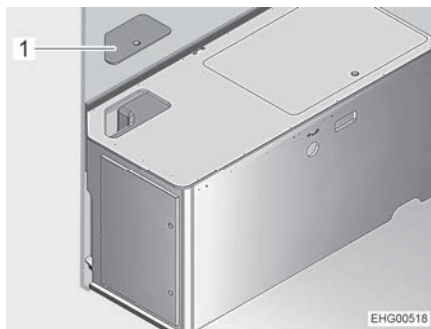

Fig. 126 Coffre de banquette gauche
- Retirer le couvercle de service (Fig. 126,1).